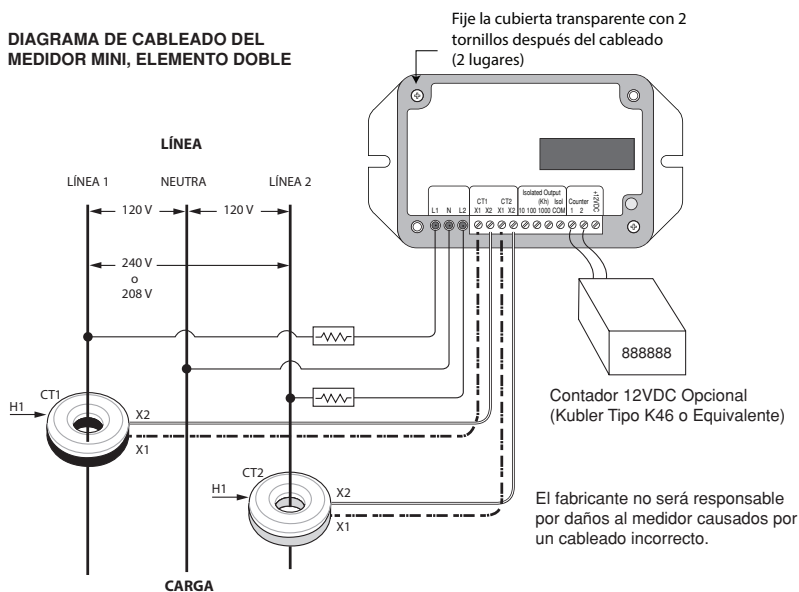

Figura 7 - Diagrama de conexión del Medidor Mini con elemento único y elemento doble
3. Conecte el cableado aislado de 18 AWG mínimo, 300 V mínimo, para los voltajes en Línea y Neutro hacia las ubicaciones adecuadas en el panel del disyuntor, de conformidad con todos los códigos eléctricos nacionales y locales. Vea la Figura 7 para el diagrama de cableado.